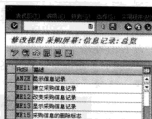

图 7-35 “修改视图采购屏幕：信息记录：总览”界面
STEP 1 在命令栏输入 SPRO 命令，通过菜单选择“物料管理→采购→采购信息记录→定义屏幕格式”选项，弹出“修改视图采购屏幕：信息记录：总览”界面，从中可以定义屏幕格式，如图 7-35 所示。